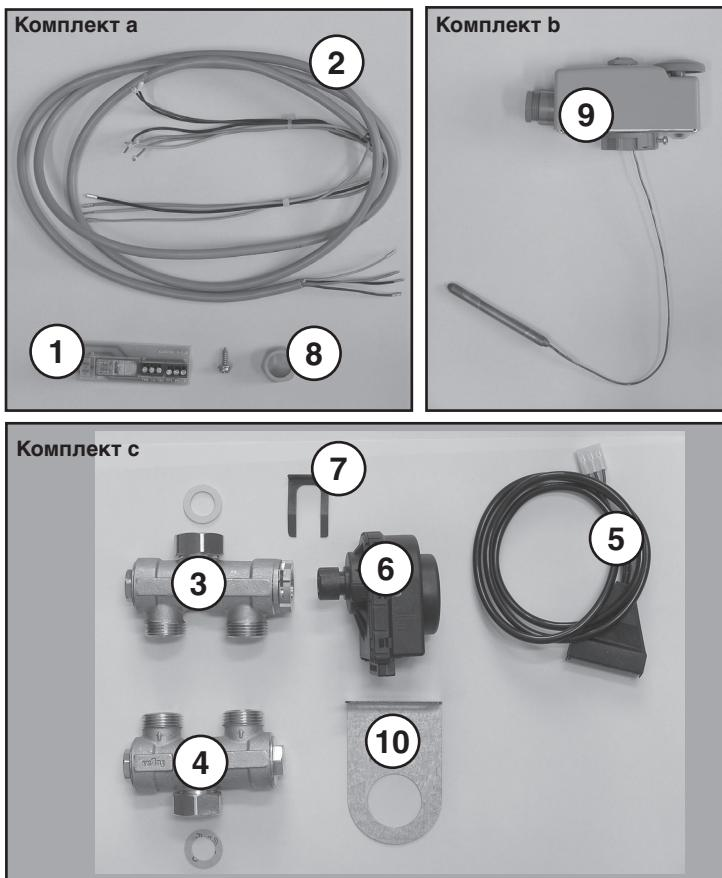

рис. 1
2. На выход отапливающей воды из котла установите запорный вентиль. Затем установите механическую часть 3-ходового механического клапана (рис. 1, поз. 3) так, чтобы управляющий клапан был направлен вправо.
5. На вход отапливающей воды в котёл установите фильтр, запорный вентиль, а затем распределительный элемент из соединительного комплекта (рис. 1, поз. 4).